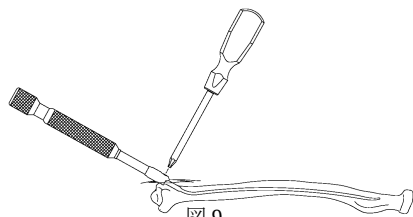

図 9
- 3) 橈骨ロッドを橈骨ロッドインパクトに六角 2.5 ドライバー (ショート) で固定把持し、橈骨ロッドインパクトの後端に抜去用ラージスライドハンマー又はスライドハンマーを取り付けます。(図 9)